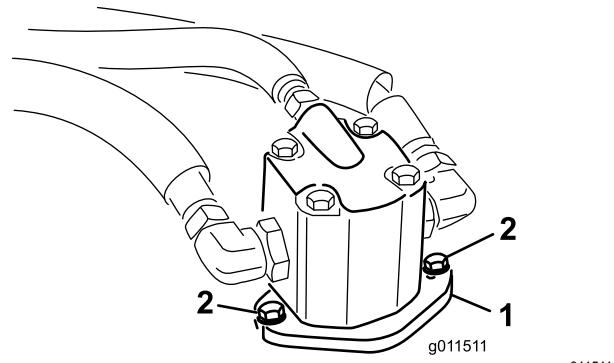

Figura 103
- Retire os parafusos que fixam o motor hidráulico à plataforma do cortador (Figura 103).